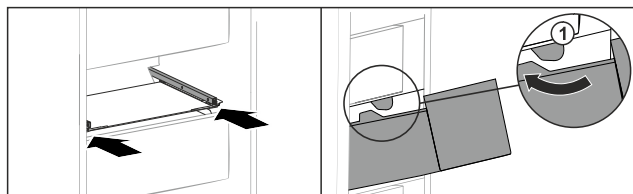

Fig. 204
- Ved'te zásuvku podél zářezů Fig. 204 (1).